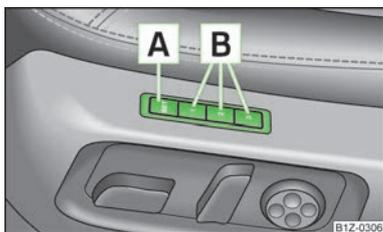

Fig. 42
La función Memory para el asiento del conductor ofrece la posibilidad de memorizar la posición individual de asiento del conductor y del espejo retrovisor exterior. A cada una de las tres teclas de memoria » fig. 42 se puede asignar una posición de ajuste, es decir, tres en total.
- Pulsar la tecla » fig. 42.
- Pulsar la tecla de memoria deseada » fig. 42.
- **Dispositivo automático de pulsación breve de la memoria:** Pulsar brevemente la tecla de memoria deseada » fig. 42 de la página 57. El asiento y los retrovisores exteriores adoptarán automáticamente las posiciones memorizadas (esto sólo es válido si el encendido está conectado y la velocidad es inferior a 5 km/h).